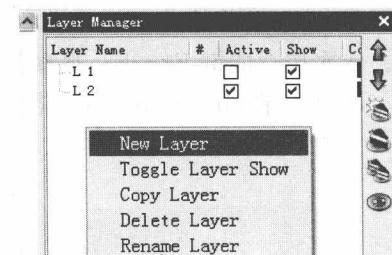

图 1.6
(3) 右击层管理器,选择 New Layer, 如图 1.6 所示,新建立一个名为 L2 的图层。并且选中 Active 项,将 L2 图层设置为当前层(活动层),此后操作命令生成的新的点云、曲线、曲面等实体,均将位于这一层上。